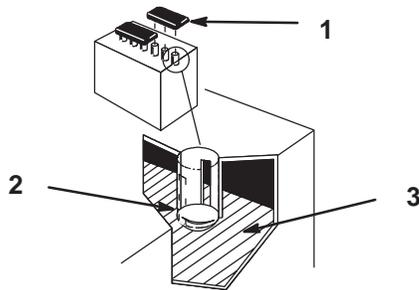

Bild 28
2. Entfernen Sie die Verschlussdeckel. Wenn der Füllstand das untere Rohrteil nicht erreicht (Bild 28), füllen Sie genug destilliertes Wasser nach; siehe „Nachfüllen von Wasser in die Batterie“ auf Seite 29.
2. Nehmen Sie die Verschlussdeckel ab (Bild 28).
3. Gießen Sie langsam destilliertes Wasser in jede Batteriezelle, bis der Füllstand den unteren Teil des Rohrs erreicht (Bild 28).